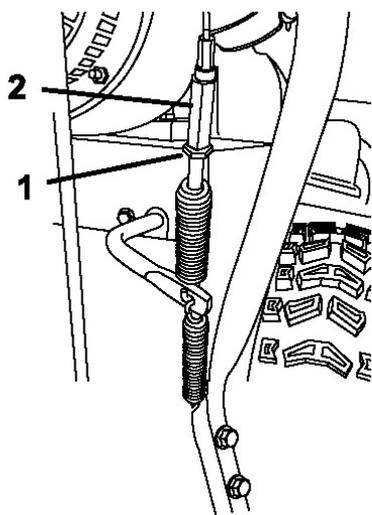

Рисунок 48.
5. Ослабьте контргайку (Рис. 48).